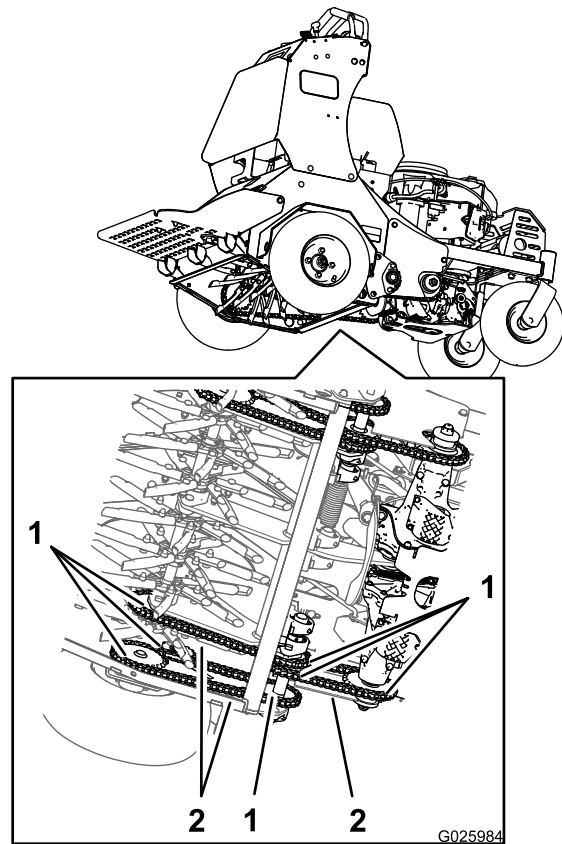

Figura 15
2. Inspeccione los piñones en busca de desgaste y cámbielos si es necesario (Figura 15).
2. Compruebe la tensión de las cadenas (Figura 15) en los dos lados de la máquina.
5. Con el motor en marcha, mueva lentamente las palancas de control de movimiento hacia adelante y lubrique las seis cadenas (Figura 15).